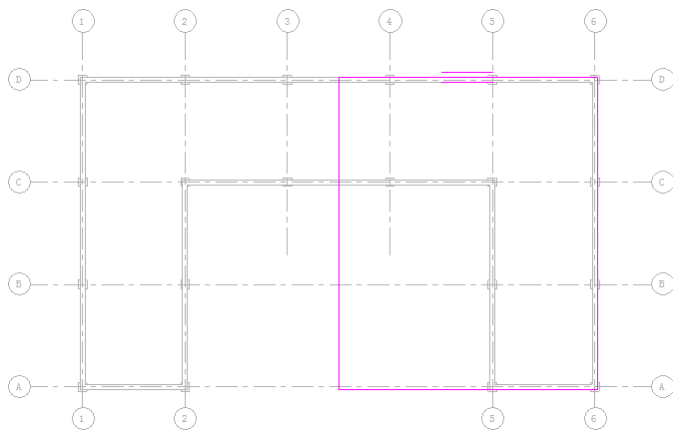

图 11-13 绘制边界线
- (3) 单击“绘制”面板中的“边界线”按钮和“矩形”按钮，直接绘制楼板边界线，如图 11-13 所示。